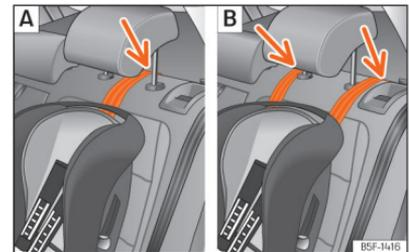
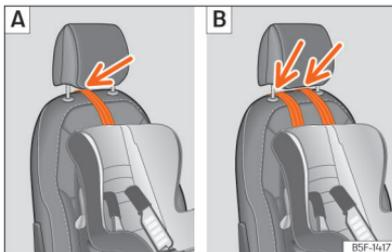

Abb. 44 Rücksitze: Einstellung und Einbau unter Verwendung des Top Tether-Gurts.
Abb. 45 Beifahrersitz: Einstellung und Einbau unter Verwendung des Top Tether-Gurts.
- Führen Sie den Gurt unter der Kopfstütze durch (in Abhängigkeit der Gebrauchsanweisungen des Kindersitzes ggf. Kopfstütze anheben oder entfernen) »» (Abb. 44), »» (Abb. 45).